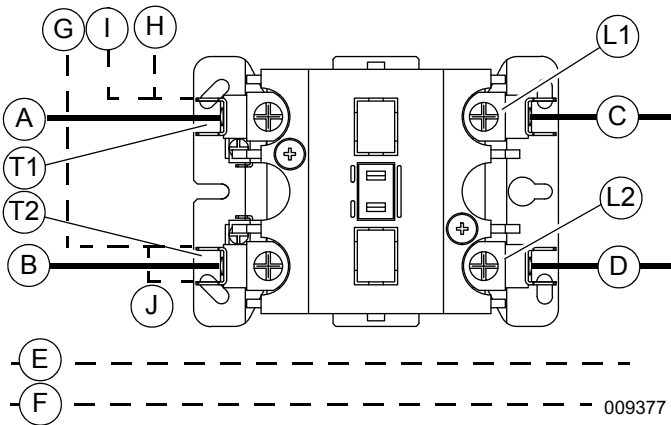

Figura 3-2. Diagrama de cableado
4. Consulte la Figura 3-2. Conecte el cableado de suministro de línea (A, B) en el lado de línea de los terminales de campo del contactor del módulo SMM. Apriete los terminales de campo a **60 lb-pulg.** (6,8 Nm).